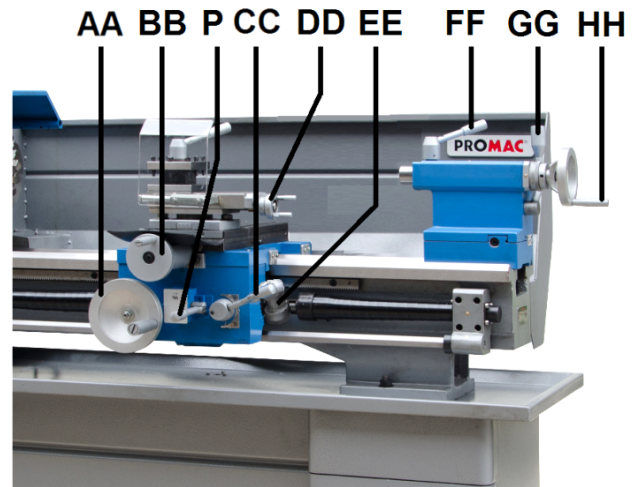

Figure 10-6 : Commandes de la machine
La course du tablier (AA, Fig 10-6), la course de la glissière transversale (BB) et de la glissière supérieure (DD) peut être effectuée sur l'avance longitudinale et transversale.